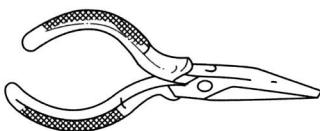

图 1-6 尖嘴钳
⑤ 尖嘴钳 尖嘴钳因其头部尖细，如图 1-6 所示，用法与钢丝钳相似，其特点是适用于在狭小的工作空间操作，能夹持较小的螺钉、垫圈、导线及电器元件。在安装控制线路时，尖嘴钳能将单股导线弯成接线端子（线鼻子），有刀口的尖嘴钳还可剪断导线、剥削绝缘层。尖嘴钳可用来剪断较细小的导线；可用来夹持较小的螺钉、螺帽、垫圈、导线等；也可用来对单股导线整形（如平直、弯曲等）。若使用尖嘴钳带电作业，应检查其绝缘是否良好，并在作业时金属部分不要触及人体或邻近的带电体。